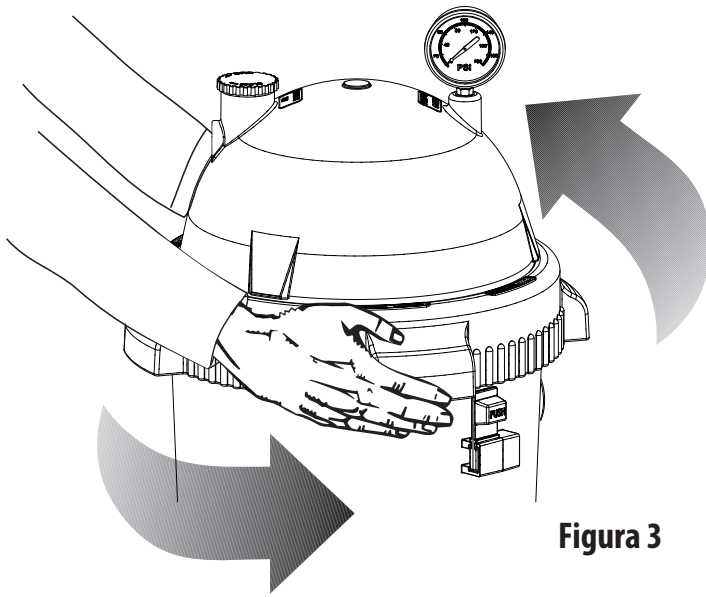

Figura 3
- A. Oprima el pasador de seguridad (debajo del aro) hacia el tanque para soltarlo. (Consulte la Figura 3).